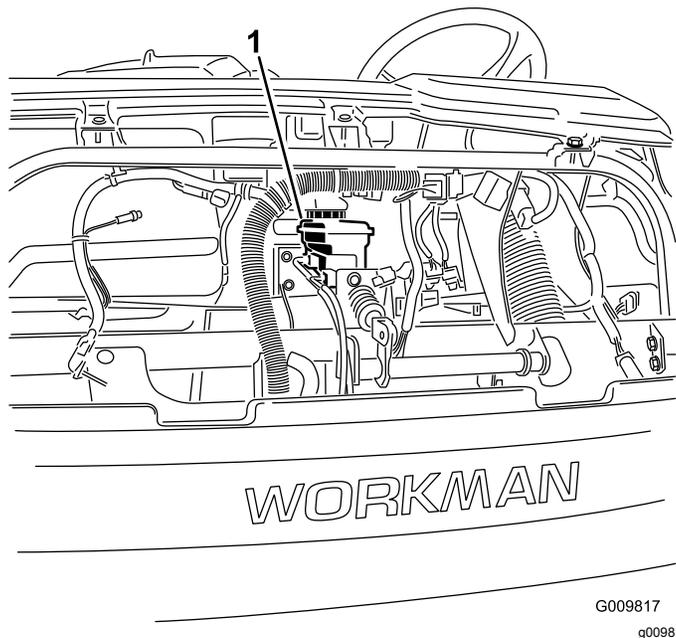

Figura 26
**Nota:** Puede retirar el capó para tener acceso al depósito desde delante de la máquina (Figura 26).